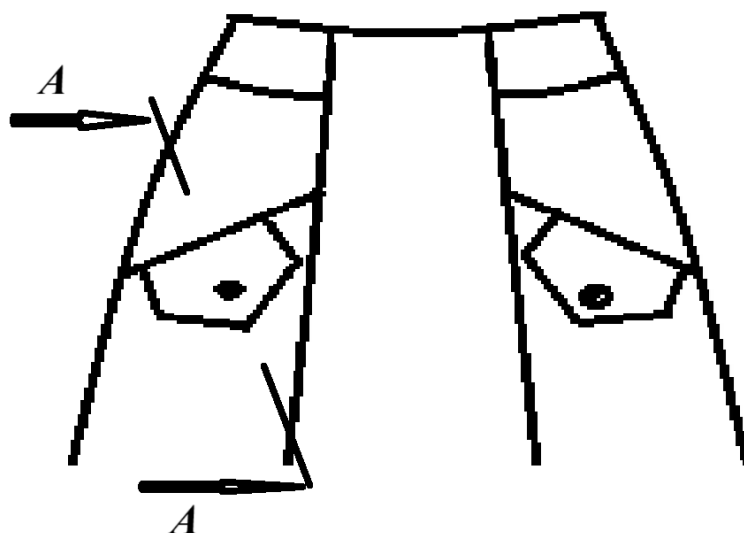

Рисунок 1 – Фрагмент юбки. Клапан по линии притачивания кокетки.
Второй этап: Моделирование фрагмента заданной модели юбки - клапана по линии притачивания кокетки (стр. 10, рис. 1) в натуральную величину и изготовление лекал.
Третий этап: Изготовление (пошив) образца фрагмента заданной модели – клапана по линии притачивания кокетки, выполнение декора (вышивки) (стр.10, рис. 1).
1) *Внешний вид фрагмента заданного изделия должен полностью соответствовать техническому рисунку модели и художественно-техническому описанию (стр. 5, табл. 1), рисунку фрагмента (стр. 10, рис. 1) и техническим требованиям в п.п.2.2 и 2.3 (при их наличии).*